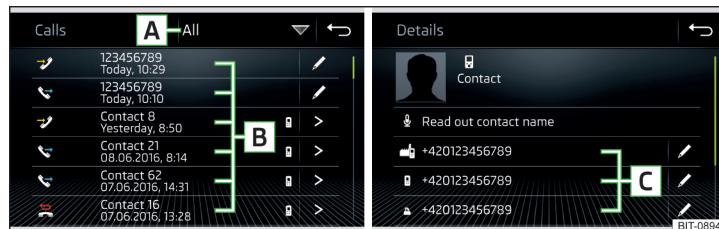

Fig. 197 Liste d'appels / Détails du contact
- Dans le menu principal *Téléphone*, appuyez sur la touche de fonction , la liste des appels s'affiche » fig. 197.
- > Affichage des détails du contact » fig. 197